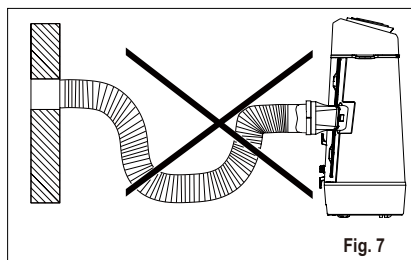

Fig. 7
-  Furtunul poate fie extins de la lungimea sa originală de 38 cm până la 150 cm, însă este indicat să mențineți lungimea la minimul necesar. De asemenea, furtunul nu trebuie să aibă coturi ascuțite sau îndoituri. (Fig. 7)